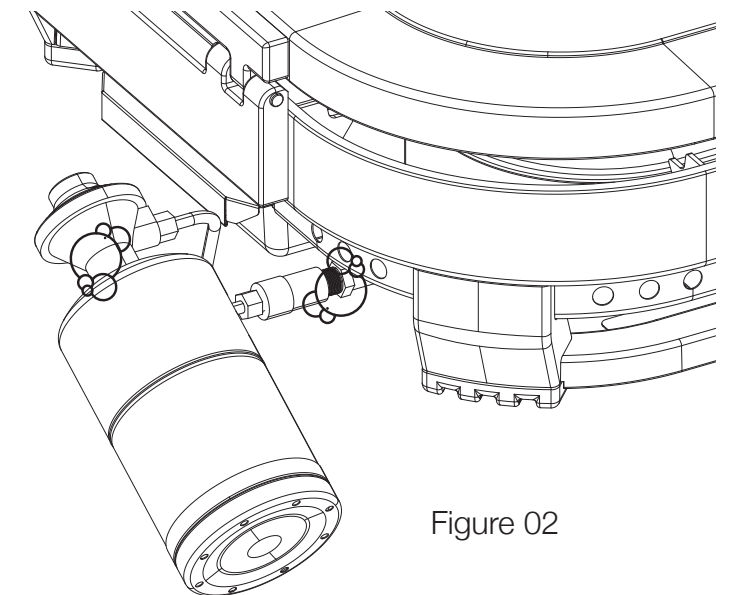

Figure 02
4. Utilisez un pinceau propre pour appliquer une solution d'eau et de savon doux 10/90 sur les joints des vannes et du régulateur (indiqués par des flèches dans la figure 02).